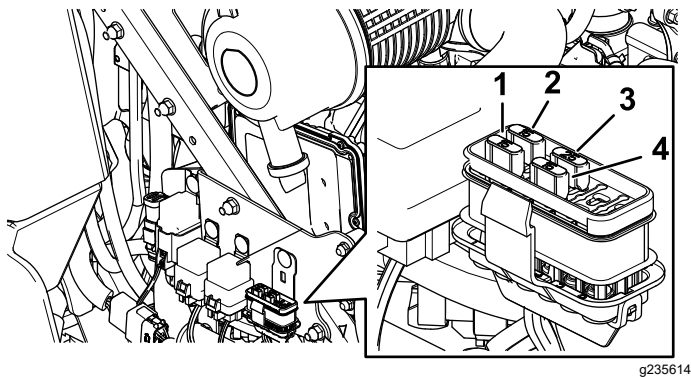

Figura 49
3. Instale un fusible nuevo (Figura 49).